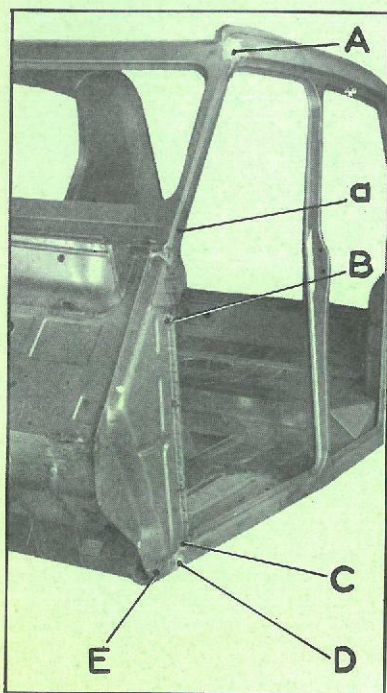

Fig. 1
- AB (fig. 1)
- BC (fig. 1)
- DE (fig. 1)